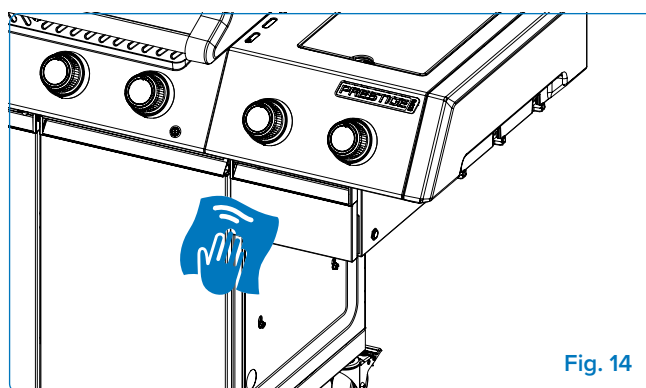

Fig. 14
7. **Essuyez la boîte à fumée** – Nettoyez les surfaces intérieures et extérieures avec un mélange à parts égales d'eau chaude et de vinaigre de cidre à l'aide d'une éponge. Cela permet d'éliminer la créosote. Utilisez une brosse métallique ou un tampon abrasif pour les accumulations tenaces. Évitez toute humidité excessive à proximité des pièces électriques (**Fig. 14**).